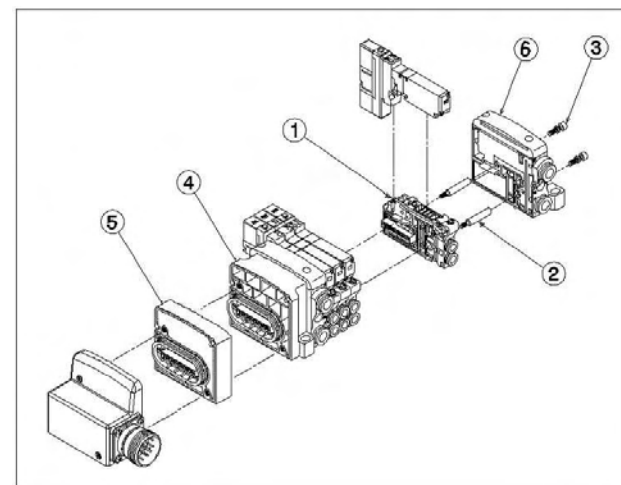

Figura 18
6.2 Assieme blocchetto valvola di esclusione (vedere Figura 18)